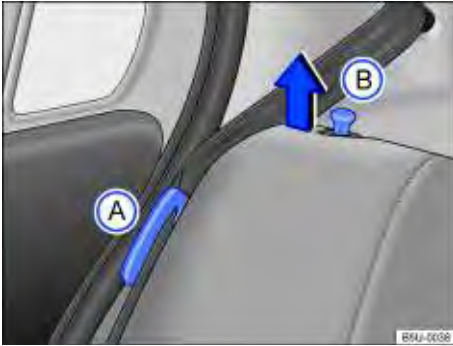
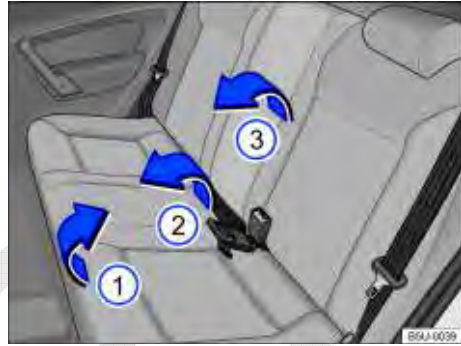

Fig. 76 Banco traseiro: posicionador do cadarço do cinto de segurança (A) e pino de destravamento do encosto (B).
Fig. 77 Banco traseiro: rebater o banco traseiro.
As figuras ⇒ Fig. 76 e ⇒ Fig. 77 ilustram, como exemplo, o procedimento para rebater o banco traseiro do modelo Novo Gol 4 portas. O modelo Novo Gol 2 portas segue o mesmo conceito.
- Para veículos que possuem cintos de segurança com enrolador automático, encaixar os cadarços dos cintos nos respectivos alojamentos no revestimento lateral ⇒ Fig. 76 (A). Para os veículos que possuem cintos de segurança sem enrolador automático, atente para que o cadarço dos cintos não fiquem presos entre o assento do banco e a lateral do veículo.
- Puxar o assento pela parte da frente ⇒ Fig. 77 (1) no sentido da seta, para cima.
- Levantar a parte traseira do assento (2) e deslocar totalmente para a frente, de maneira que o assento fique o mais próximo possível do assoalho e do encosto do banco dianteiro.
- Puxar os pinos de destravamento ⇒ Fig. 76 (B) e, ao mesmo tempo, rebater parcialmente o encosto do banco ⇒ Fig. 77 (3) e remover os apoios para cabeça ⇒ Página 68. Abaixar totalmente o encosto do banco traseiro.
- Encaixar os cadarços dos cintos de segurança nos respectivos posicionadores ⇒ Fig. 76 **A**.
- Levantar os pinos **B** e, ao mesmo tempo, rebater parcialmente o encosto do banco traseiro ⇒ Fig. 77 **3**.